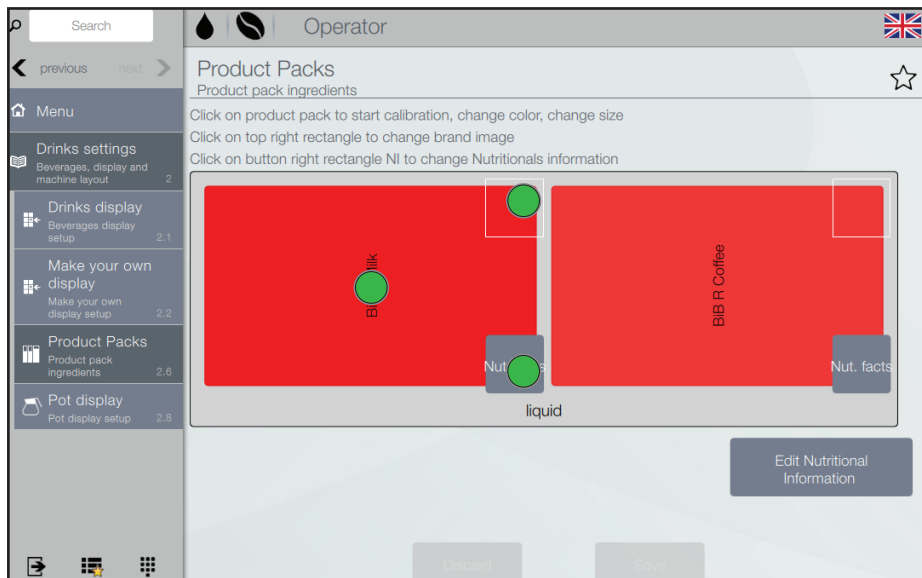

Fig. 6.10- Paquets de produit
- Appuyez sur le paquet de produit demandé sur l'écran tactile (fig. 6.10) pour